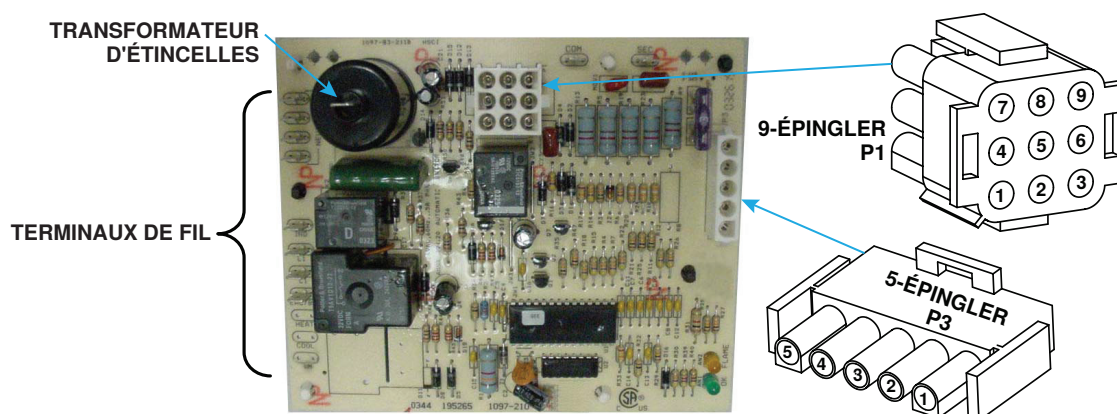

Figure 52. Carte de circuit imprimé de remplacement (PN 195265)
7. Positionnez la carte de circuit imprimé de remplacement de sorte que le transformateur d'étincelles (voir Figure 52) soit situé au plus près de l'électrode d'étincelles sur le brûleur et enclenchez (*snap*) la carte de circuit imprimé dans les trous de montage.